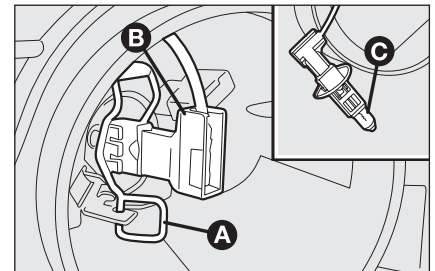

fig. 20
- décrocher l'agrafe de retenue de l'ampoule **A**-fig. 20;